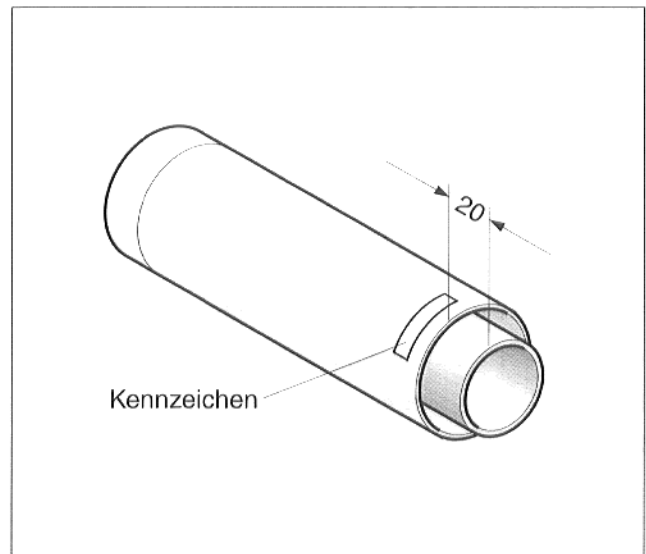

Abb. 5 Ablängen
- Kürzbare Rohre (Zubehör) an der gekennzeichneten Seite mit einer Eisensäge kürzen. Überstand von 20 mm des Abgasrohres beachten (Abb. 5).